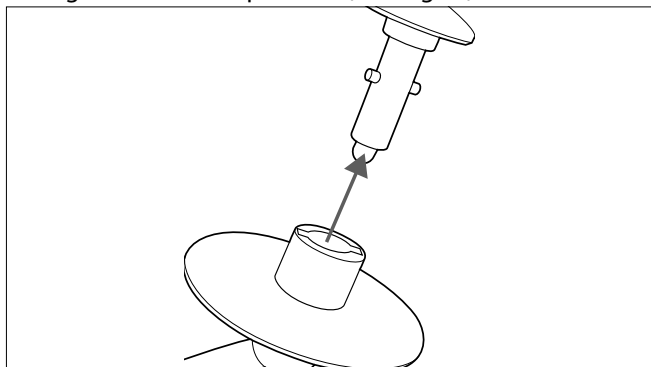

Fig. 9 – Pousser l'instrument de mesure sur le support
- ▶ Introduisez l'instrument de mélange par le bas dans le logement du bras pivotant (voir Fig. 9).